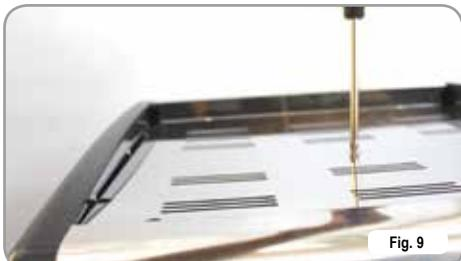

Fig. 9
- svitare la vite centrale del pannello superiore (Fig. 9);